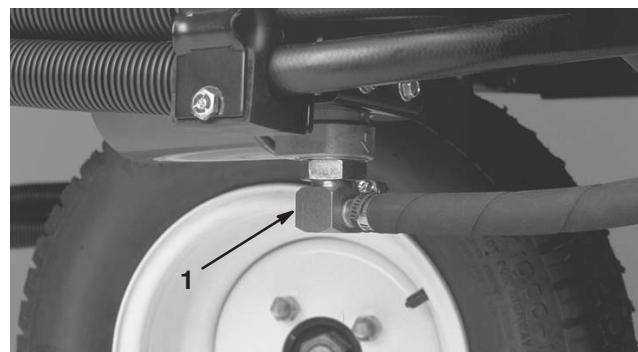
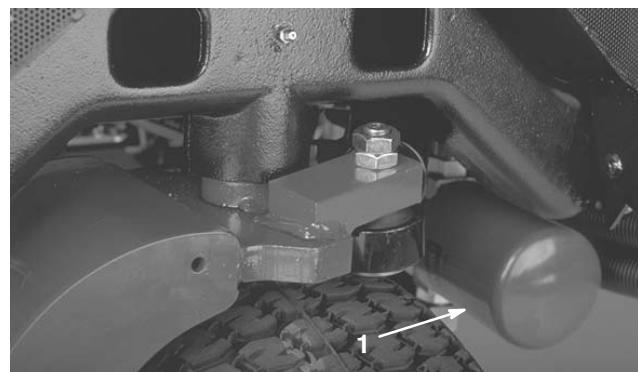

Figure 54
Figure 55
2. Débranchez la conduite hydraulique (Fig. 54) ou déposez le filtre hydraulique (Fig. 55) et laissez couler l'huile dans un bac de vidange. Rebranchez la conduite hydraulique quand toute l'huile s'est écoulée.
- Nettoyez la surface de montage autour du filtre. Placez un bac de vidange sous le filtre (Fig. 55) et déposez le filtre.